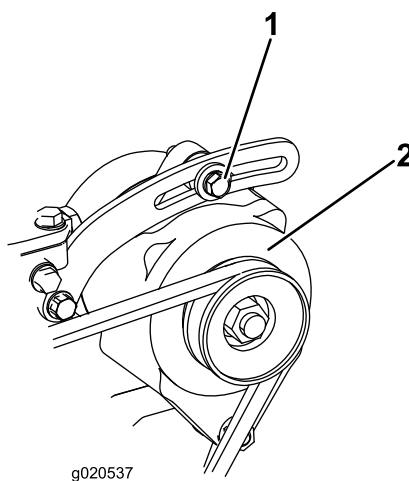

Figure 87
2. Si vous n'obtenez pas une flèche de 10 mm, desserrez les boulons de fixation de l'alternateur (Figure 87). Augmentez ou diminuez la tension de la courroie et resserrez les boulons. Contrôlez de nouveau la flèche de la courroie pour vérifier si la tension est correcte.